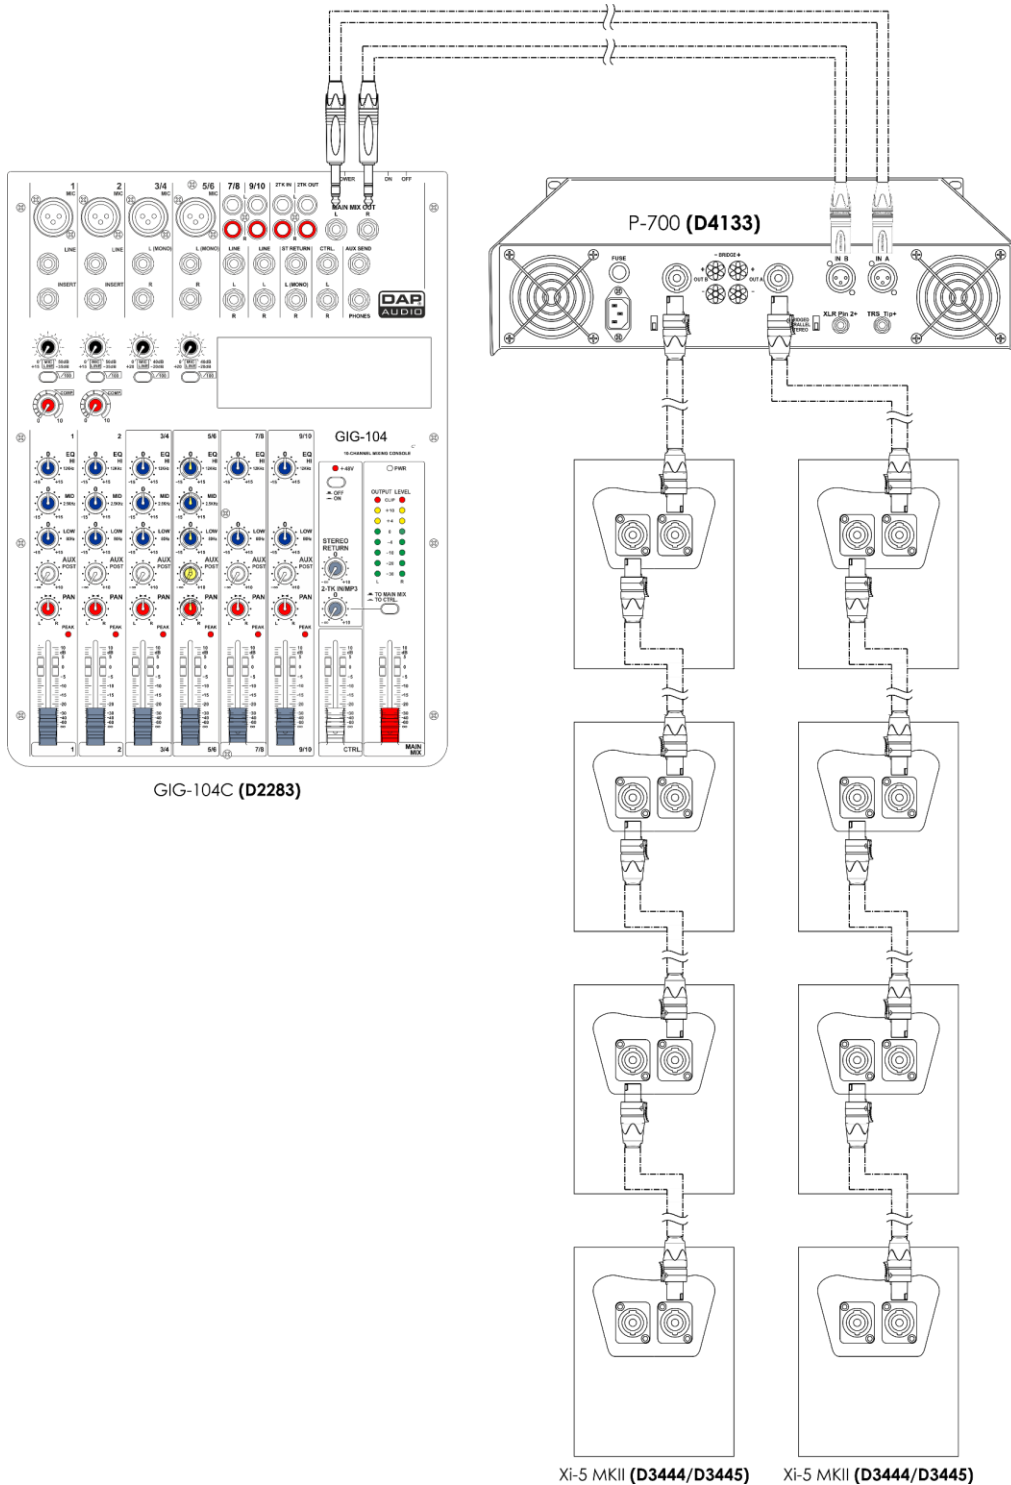

Fig. 02
- 04) Cfr. fig. 02, 03, 04 oppure 05 (pagine 8-11) per ulteriori informazioni, a seconda del modello Xi MKII acquistato.